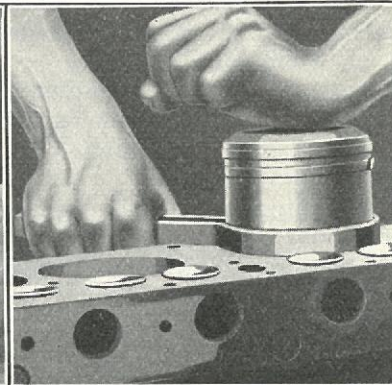

Fig. 255
- 431** Før Stemplet indsættes i Cylinderen, indsmøres det med Olie, og Cylindrene aftørres med en Klud, som er fri for Fnug. Stemplerne indsættes derefter ved at presse Ringene ind i Rillerne med en Stempelringsklemme og banke Stemplet ned i Cylinderen med Haanden (Fig. 255), indtil Plejlstangsløjet hviler paa Krumtapakslen.